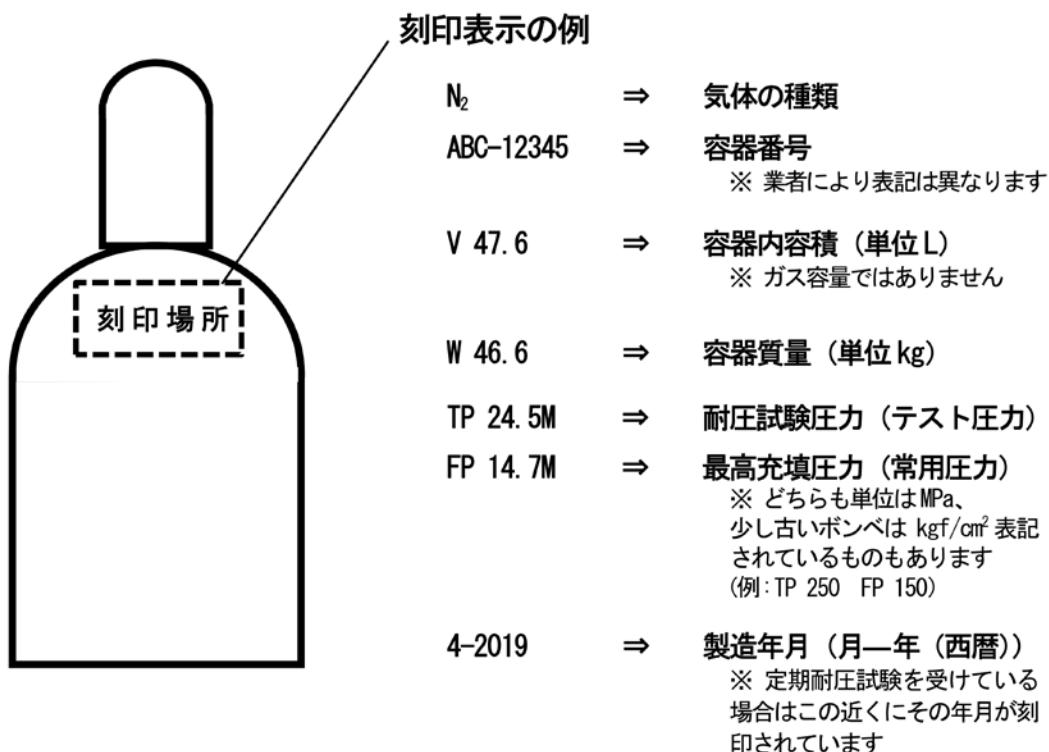

図8-1 ボンベの刻印
- (4) ボンベの肩の部分には、「容器番号」、「容器の内容積」、「容器の質量」、「耐圧テスト年月」、「耐圧試験圧力」、「最高充填圧力」などが刻印されていますので、内容をよく把握してください（図8-1）。